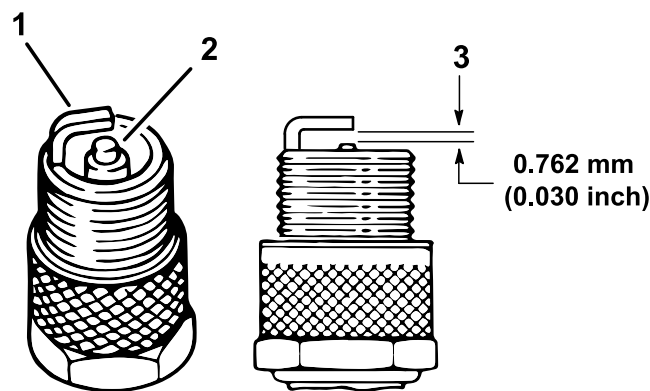

Figure 43
4. Vérifiez l'état des électrodes latérale et centrale, ainsi que de l'isolateur de l'électrode centrale (Figure 43).
5. Réglez l'écartement entre les électrodes centrale et latérale à 0,76 mm (0,03 po), comme montré à la Figure 43.